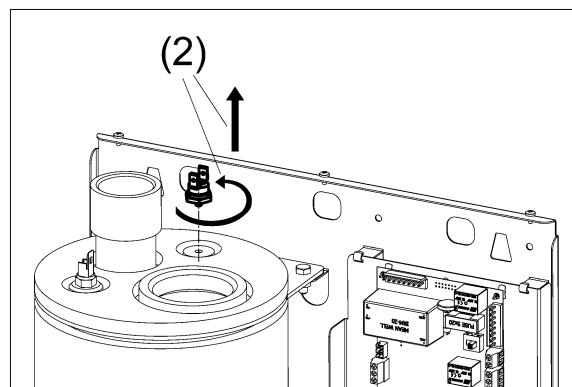

Рисунок 12. Замена аварийного самовозвратного термовыключателя
- (1) Отсоедините штекер от датчика.
- (2) Выверните датчик (см. рис. 12) из теплообменника.
- (3) Вверните новый датчик в теплообменник, при уплотнении резьбы используйте специальный резьбовой герметик.
- (4) Подсоедините штекер.
- (5) Проверьте герметичность установки датчика.
- (6)** Проверьте надёжность контактов электрического подсоединения.